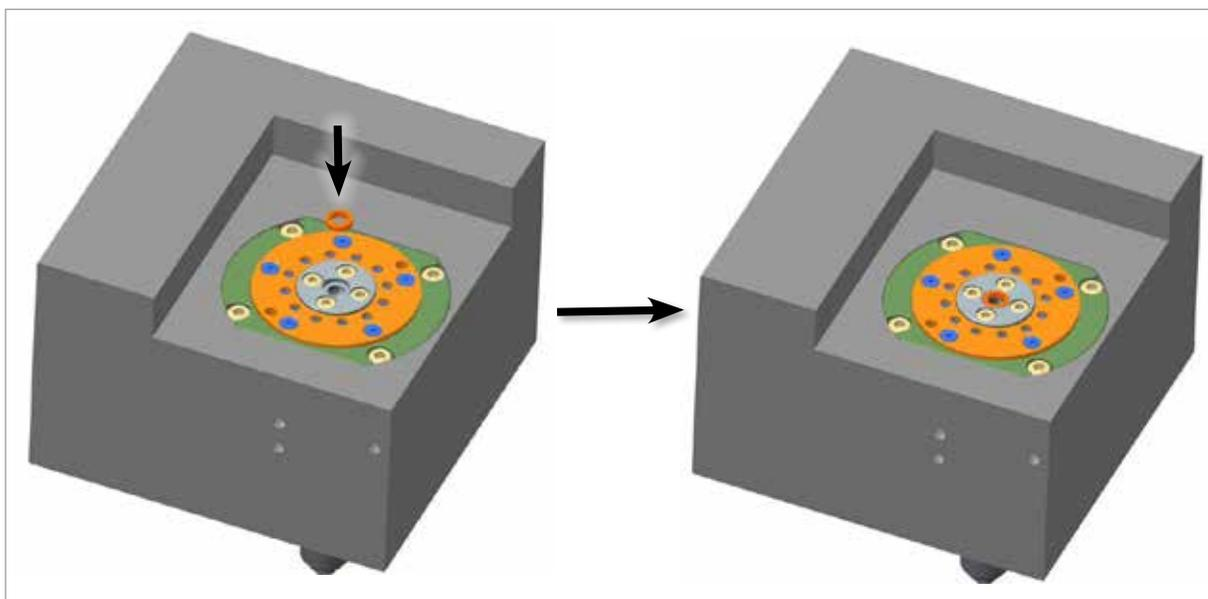

Figura 11-27 Conexión del sello de entrada al cuerpo térmico
- Después de girar la placa del colector, coloque el sello de entrada en el cuerpo térmico. Compruebe todas las conexiones y accionamientos. Consulte la Figura 11-27.